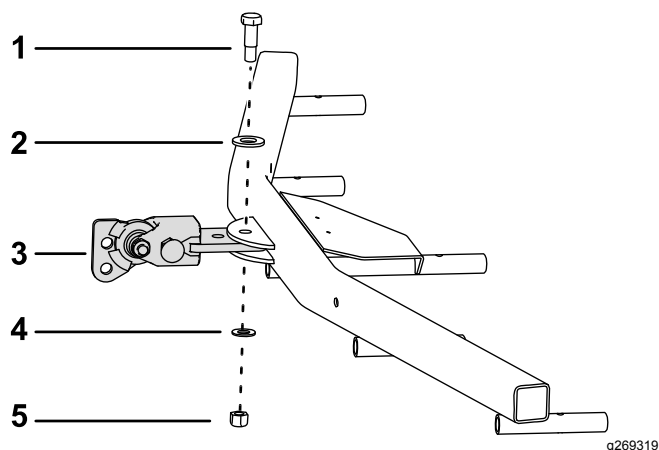

Figura 7
1. Instale o conjunto da bola do reboque no ancinho de mola como se mostra na Figura 7.